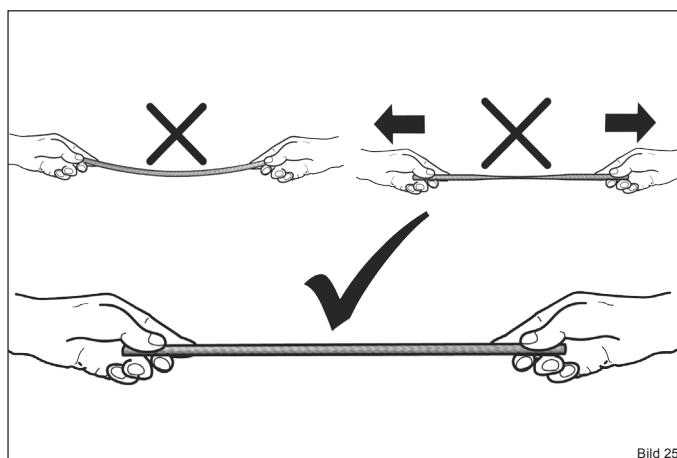

Bild 25
- Achten Sie beim Verlegen der Dichtung darauf, dass diese nicht durchhängt und leicht gestaucht wird (Bild 25).